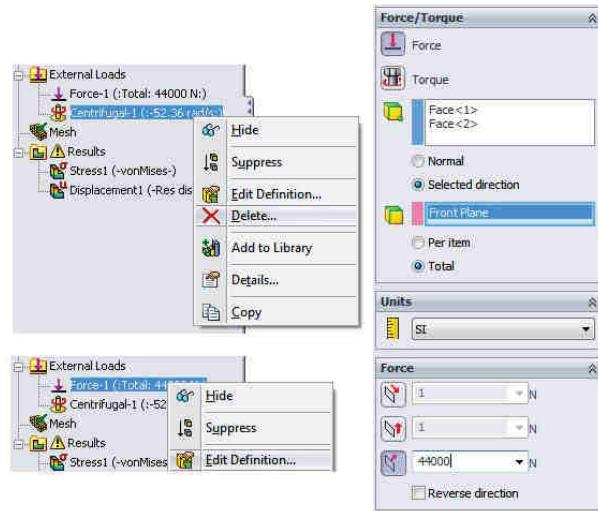

Fig. 3.47
- Se va modifica valoarea forței tangențiale la 44000 N, prin selecția opțiunii **Edit Definition**, din lista activată prin buton dreapta pe numele acestei forțe **Force1** și specificarea noi valori în câmpul **Normal to Plane** , fig. 3.47.
- The tangential force will be modified to 44000 N value, by selecting the **Edit Definition** option from the list activated through right mouse button on the this force name **Force1** and input of the new value in the **Normal to Plane**  field, fig. 3.47.